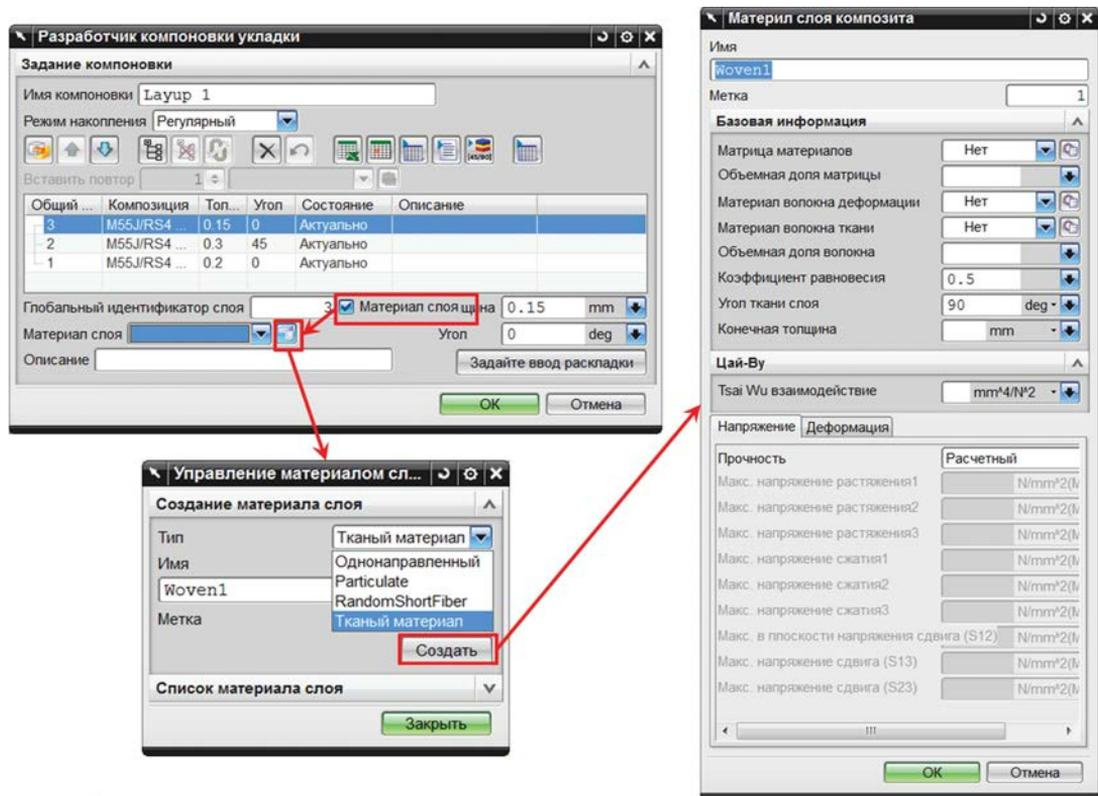

Рисунок 19. Задание свойств материала слоя с микроструктурой
*Материал слоя (Ply Material)* указывается во время создания слоев композита (рисунок 19). Его свойства задаются либо с помощью команды **Материал слоя (Ply Material)** панели инструментов **Создать композит (Laminates)**, либо непосредственно при его указании для слоя.
После этого перейти к диалоговому окну **Материал слоя композита (Composite Material Ply)** нажатием на **Создать (Create)** и указать следующие параметры (рисунок 19):